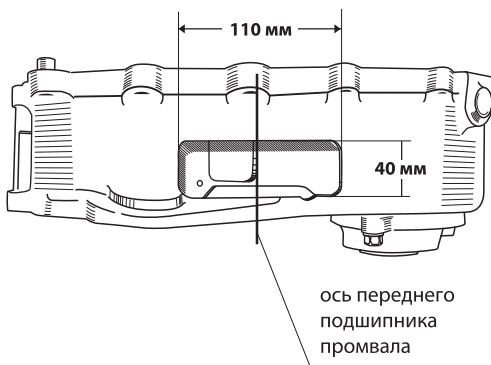

Рис. 5
- а. Если картер старого образца, доработайте его согласно **Рис. 5**.